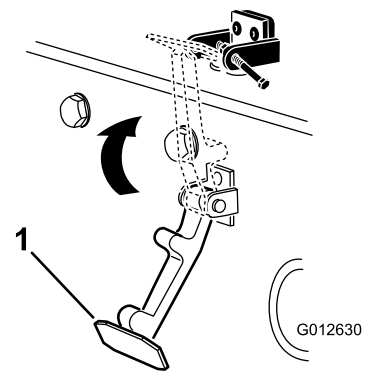

Figure 10
7. Accrochez le loquet du capot sur son support (Figure 10).